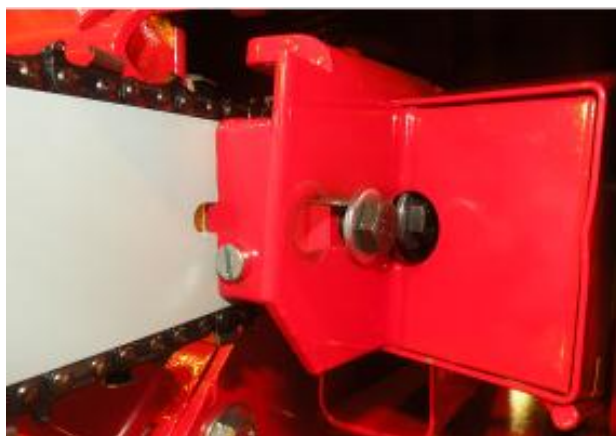

Bild 39.
3. Lossa på kapsvärdets fästbultar och dra bort skyddet för sågkedjans rem enligt bild 39.
7. Sätt tillbaka remmens skydd enligt bild 39 och dra åt kapsvärdets fästbultar.